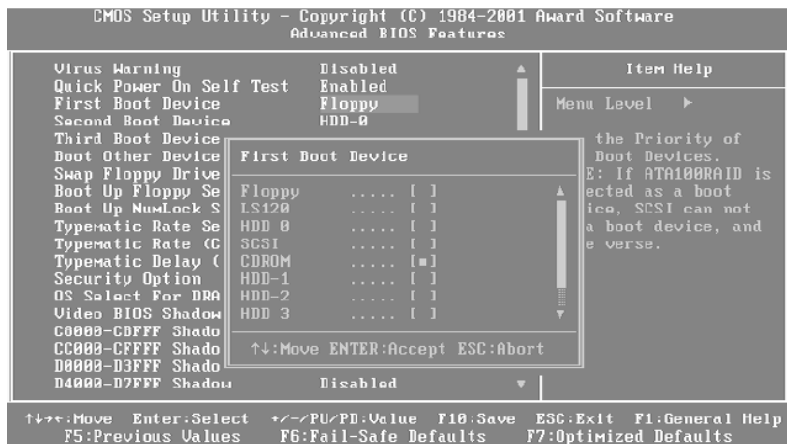

Рис. 3.6. Редактирование параметра во всплывающем окне
- нажмите Enter, выберите в появившемся окошке (рис. 3.6) нужное значение и снова нажмите Enter. Этот способ удобнее, но не поддерживается некоторыми старыми версиями BIOS.